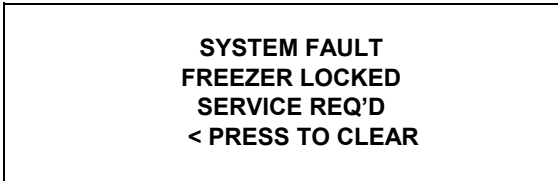

图 15
2. 在热处理过程中，（冷冻缸、储料槽或乙二醇）热敏电阻发生故障。（见图 15）